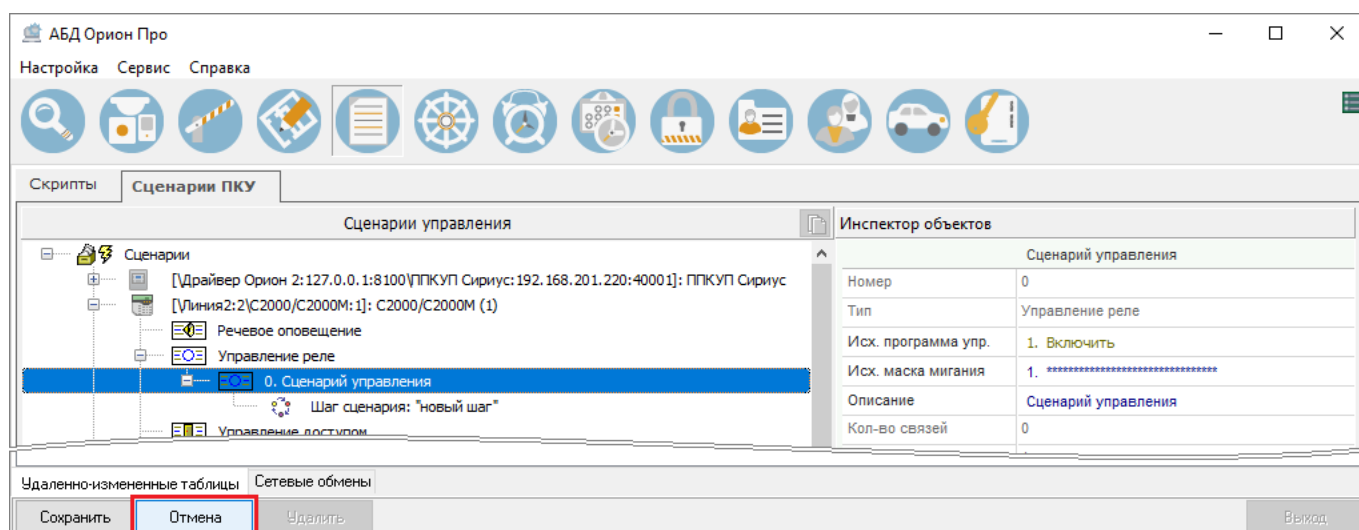

Рисунок 6-628 Выход из режима редактирования без сохранения изменений
- 2) Для выхода из режима редактирования без сохранения изменений нажмите кнопку «Отмена» (см. Рисунок 6-628) – все изменения, внесенные после перехода в режим редактирования, будут отменены.